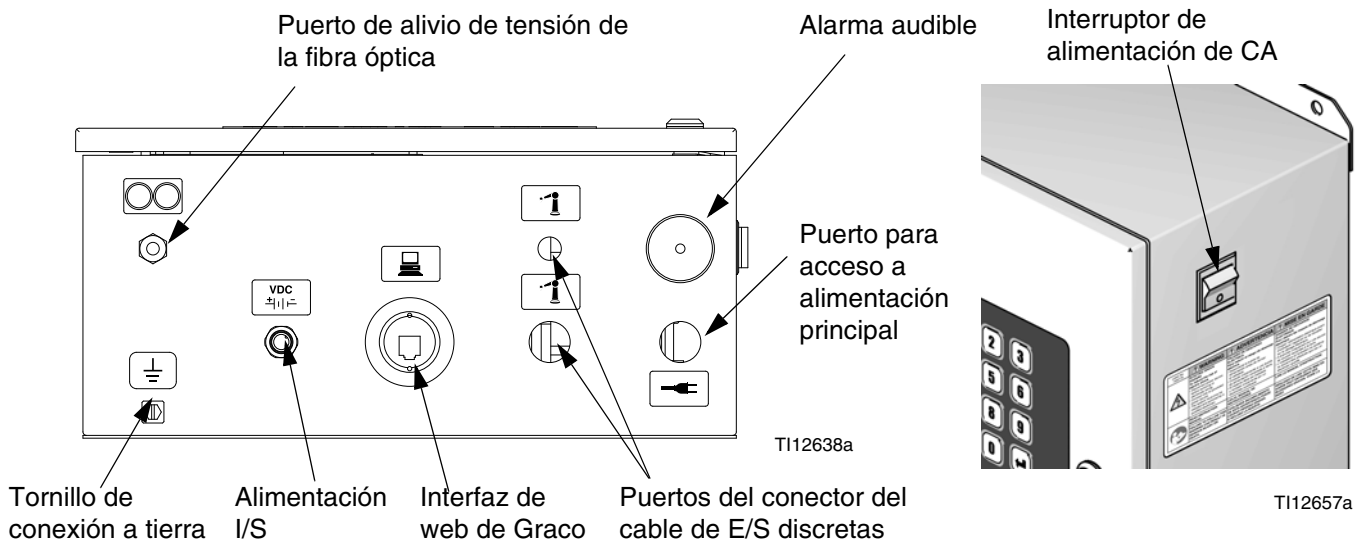

FIG. 13: EasyKey Conexiones e interruptor de alimentación de CA del
- El puerto de acceso de alimentación de entrada  es de 22,4 mm (0,88 pulg.) de diámetro. Acepta un accesorio de liberación de tensión de barrera aislante o conducto. Consulte FIG. 13.
1. Suministre alimentación al EasyKey. Instale un alivio de tensión de mampara o conducto de mampara por el puerto del EasyKey.  Consulte FIG. 13.
1. Conecte el extremo correspondiente del cable de alimentación de la estación de fluido al conector EasyKey $\pm \overset{VDC}{|}| \text{---}$. Consulte FIG. 13.
3. El cable de fibra óptica se envía de fábrica sujeto al conector de la estación de fluido . Consulte FIG. 13.